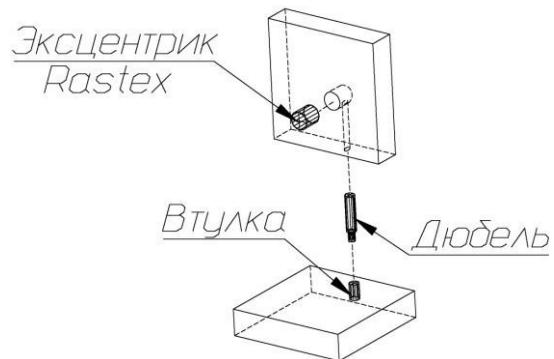

Рис. 1
1. В боковые стенки (73), (74), горизонтальные щиты (76), (77), задние стенки (78), перегородку (75) в имеющиеся отверстия установить эксцентрики, таким образом, чтобы стрелка была повернута в сторону отверстия в торце.
2. В установленные муфты эксцентриковых стяжек на боковых стенках (73), (74), верхнем щите (72), нижнем щите (71), ввернуть дюбели DU644, в соседние отверстия установить шканты (рис.1). Установить шканты в отверстия на пласти горизонтального щита (76) и в отверстия на нижних торцах задних стенок (78).